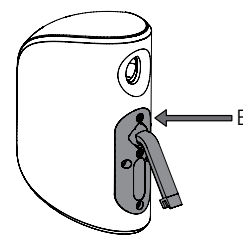

Bild 14
Om du vill ha högtalaren stående på väggstativ, och om du inte behöver maximal vinkel nedåt och vill dölja väggfästet bakom högtalaren, lossar du på andra låsskruven (B) och vider armen ytterligare 90 grader och skruvar sedan åt låsskruven igen (bild 14).